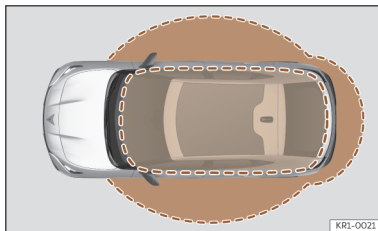

Abb. 68 Keyless-Access: Näherungsbereiche.
- Das Fahrzeug wird entriegelt, wenn der Zündschlüssel in einem Bereich in der Nähe erkannt wird >>> (Abb. 68). Alle Blinker des Fahrzeugs blinken zweimal.